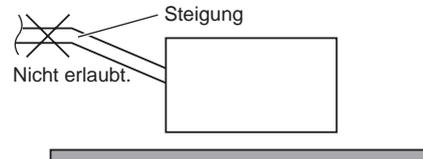

Abb. 3-12
- Das Rohr nicht so einbauen, dass es von der Anschlussstelle aus ansteigt. In diesem Fall fließt das Abflawasser zurück in das Gerät, was nach dem Ausschalten Leckwasser verursacht. (Abb. 3-12)